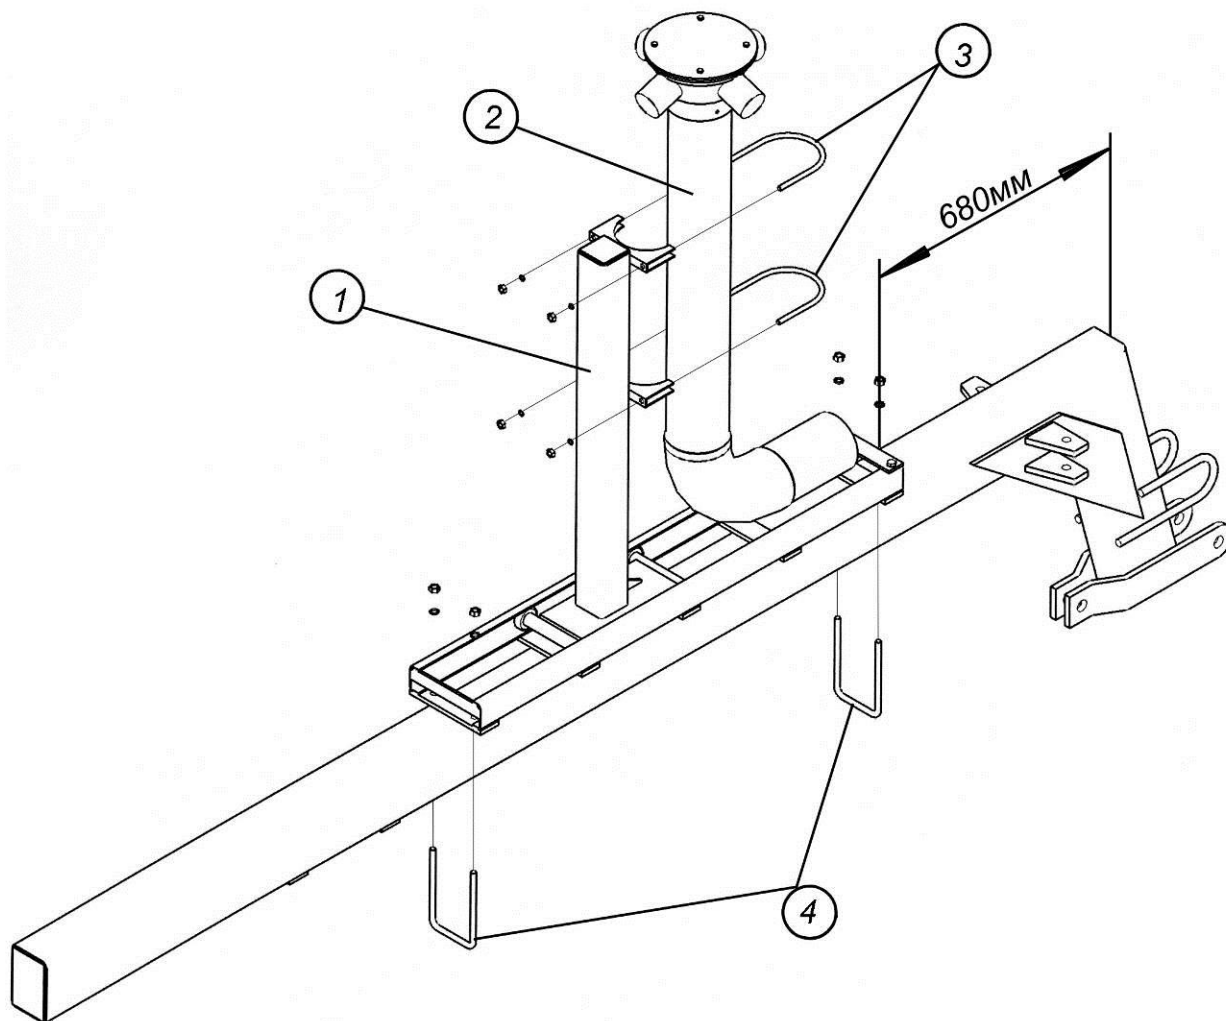

Рис. 4.10.2. Сборка первичного коллектора для ПК с двухосным бункером.
4.10.1.1. Для посевного комплекса с одноосным бункером установить проставку 1 спереди на раме культиватора с помощью пластины 2 и болтов 3 M20x170, с гайками и шайбами пружинными (рис.4.10.2а). Закрепить кронштейн первичного распределителя 4 на проставку 1 стремянками 5 M12x100x150, пружинными шайбами и гайками (рис. 4.10.2б).
4.10.3. Закрепите трубу 2 с распределителем на стойке 1 скобами 3 (рис. 4.10.2).
Рис. 4.10.2а Установка проставки первичного распределителя для ПК с одноосным бункером.